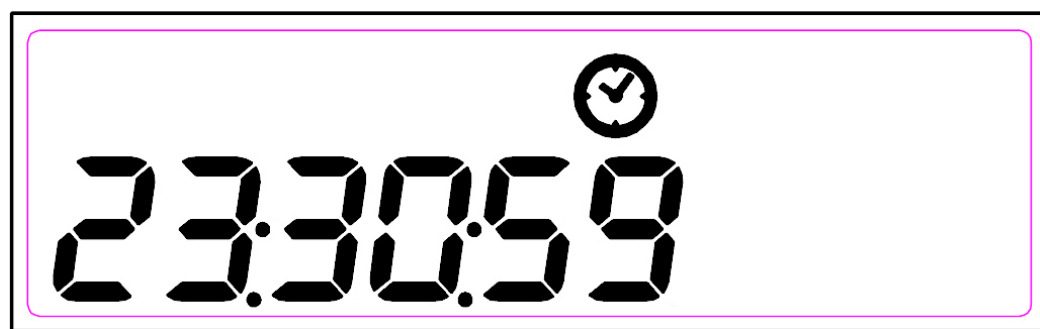

Рисунок 12
2.3.11 Текущее время, установленное в счетчике (рисунок 12).